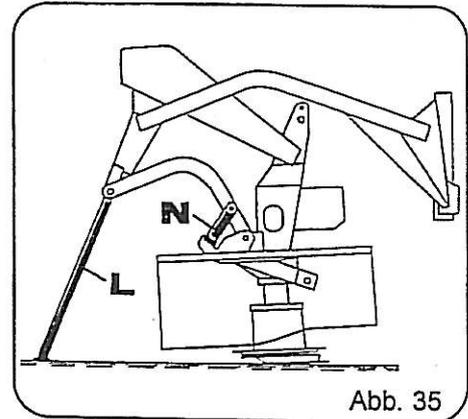

Abb. 35
- Abstellstütze herunterschwenken (Abb. 35, Pos. L) und beide Stützfüße in Stellung N (Abb. 35 und 36) bringen, Verletzungsgefahr durch Umstürzen der Maschine (siehe Warnbildzeichen Seite 34, Pos. K).